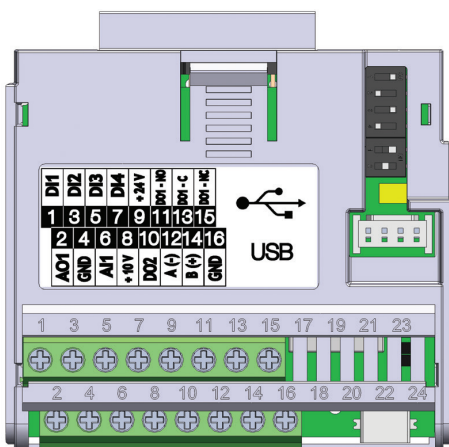

图20.3: 插入模块CFW500-CUSB
CFW500-CUSB 插入式模块通过端子 12 (A1-) 和 14 (B1+) 处的 RS-485 端口提供串行 (1) 接口, 以及通过标准连接器处的 USB 端口提供串行 (2) 接口mini USB (mini B), 请参见图20.3 (第20-1页)。